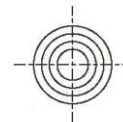

Fig. 2
2. Zelfs als de klem tot 120% wordt overbelast, bedraagt de insnijddiepte slechts circa 0,2 tot 0,5 mm (verschilt afhankelijk van de capaciteit), wat ongeveer de helft is van een algemene klem. Ook is het tandprofiel rond, waardoor u erop kunt vertrouwen dat er geen schadelijke druksporen achterblijven op de hijslast. (zie fig. 2.)